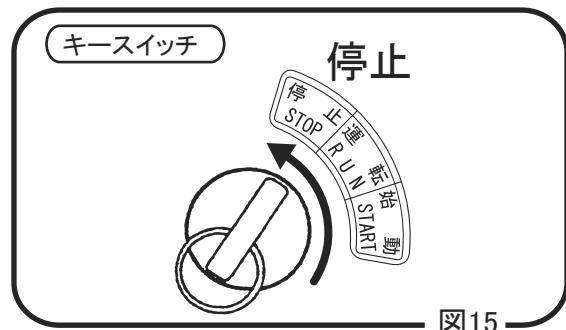

図15
- 2 エンジンが停止するとブザーが鳴ります。キースイッチを「運転」から「停止」に戻すとブザーが停止します。(図15)